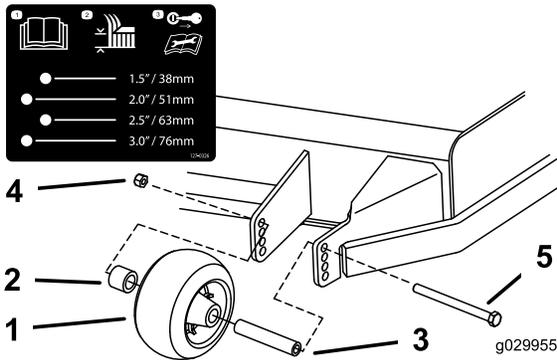
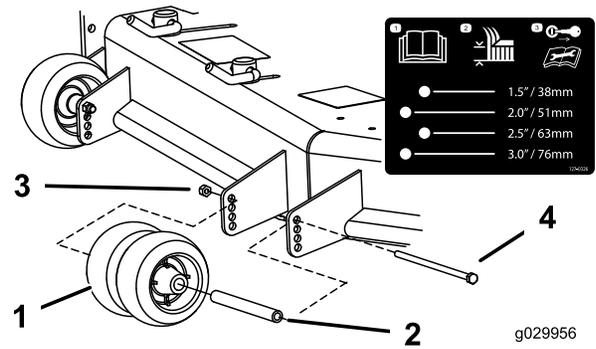
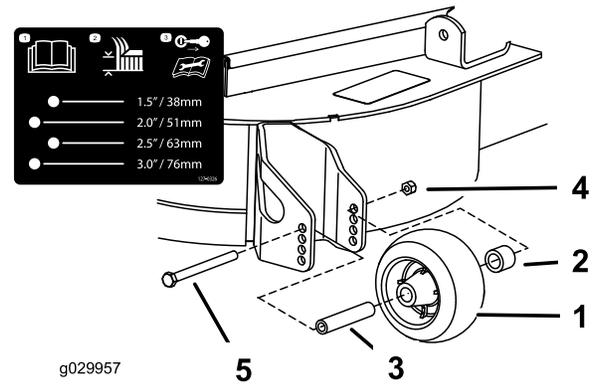

Figura 29
Figura 30
Figura 31
- Ajuste los rodillos protectores del césped, tal y como se muestra en la Figura 29, la Figura 30 y la Figura 31.